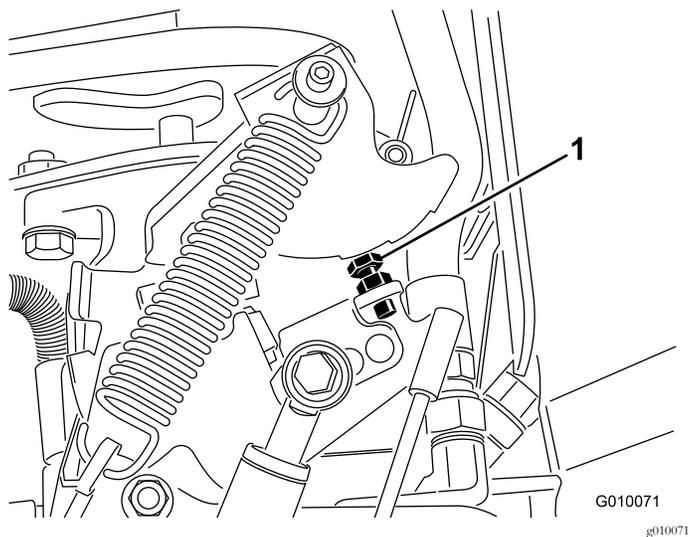

図 66
- 調整する場合ポンプのストップボルト 図 66 をストッププレートに近づけると穴あけ間隔が小さくなり、遠ざけると間隔が大きくなる。